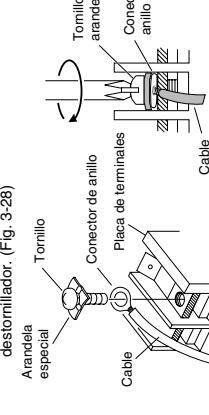

Fig. 3-28
- (4) Coloque el cable de conector de anillo y vuélvalo a colocar y a apretar el tornillo del terminal extraído con un destornillador. (Fig. 3-28)